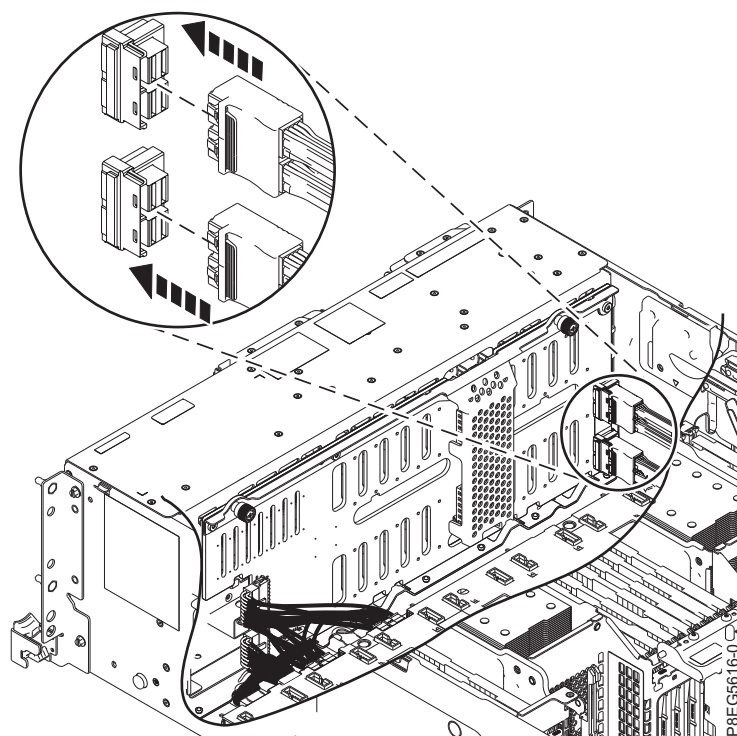

図 19. 前面 SAS ケーブルの再接続
6. 図 19 に示すように、前面 SAS ケーブルをディスク・ドライブ・バックプレーンに再接続します。